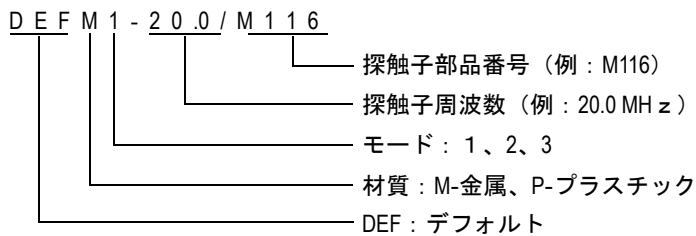

図 5-3 一振動子型探触子のデフォルトセットアップの選択
- c) 使用する探触子タイプの DEFAULT 画面 (72 ページ図 5-3 に示す例を参照) の使用可能なデフォルトセットアップのリストで、使用する探触子のセットアップを強調表示します。